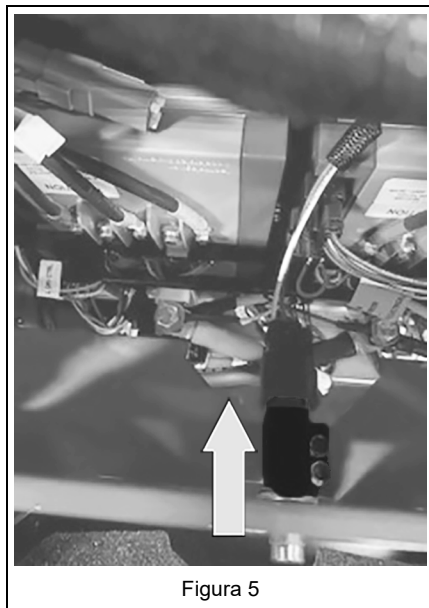
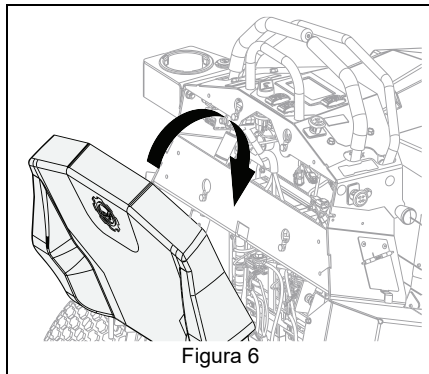

Figura 5
Figura 6
3. Collegare l'interruttore del cofano al cablaggio. Assicurarsi che il percorso del cablaggio sia libero e che non vi siano punti di pizzicamento dei cavi. Vedere Figura 5. Vedere Figura 6.
4. Allineare il pad dell'operatore e spingere verso il basso per reinstallarlo. Vedere Figura 6.